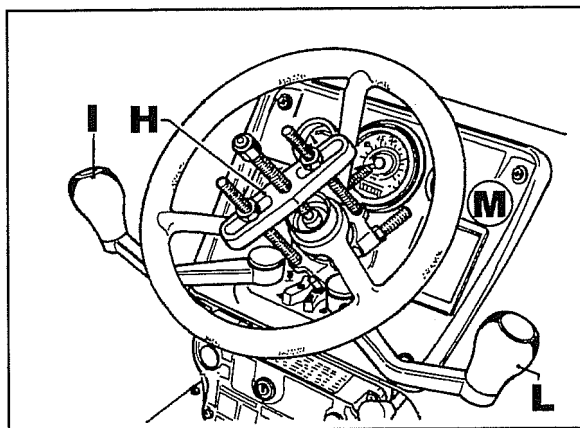

Fig. 6
- b. Utilizando um extractor (**H**) do tipo ilustrado na fig. 6, retirar o volante.
- c. Retirar a alavanca de comando redutor **I** e de comando das mudanças **L**, retirar o tablier **M** (fig.6).